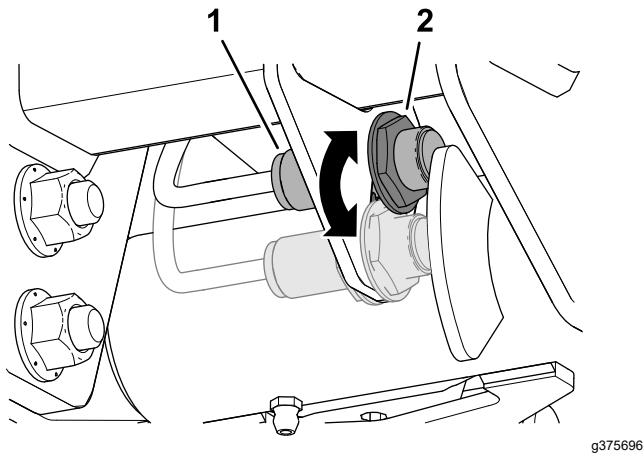

Figura 53
- Afrogue a contraporca que fixa o interruptor do braço de elevação à placa do interruptor (Figura 53).